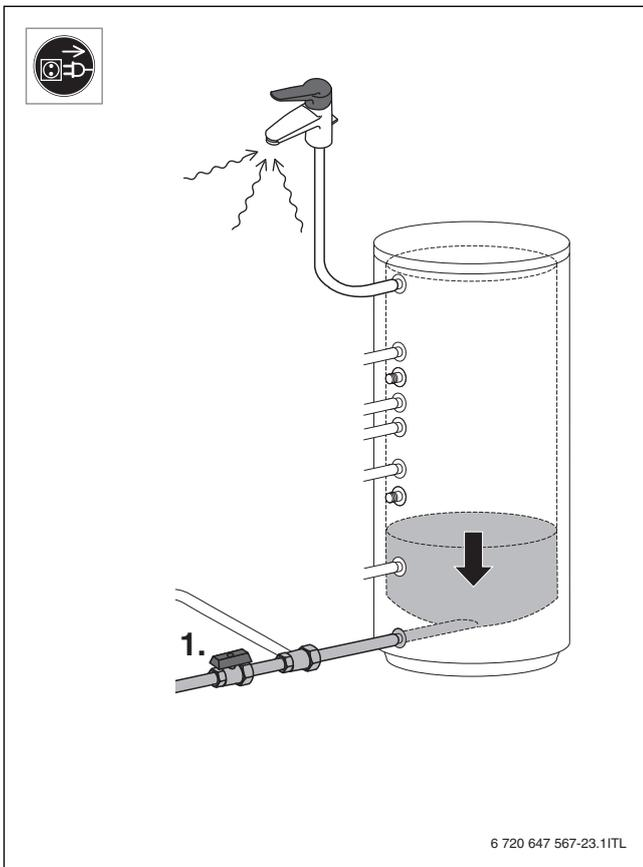

Fig. 18
- ▶ Слейте воду из бака-водонагревателя (→ рис. 18, стр. 38).
- ▶ Сбросьте давление в баке-водонагревателе (→ рис. 18, стр. 38).